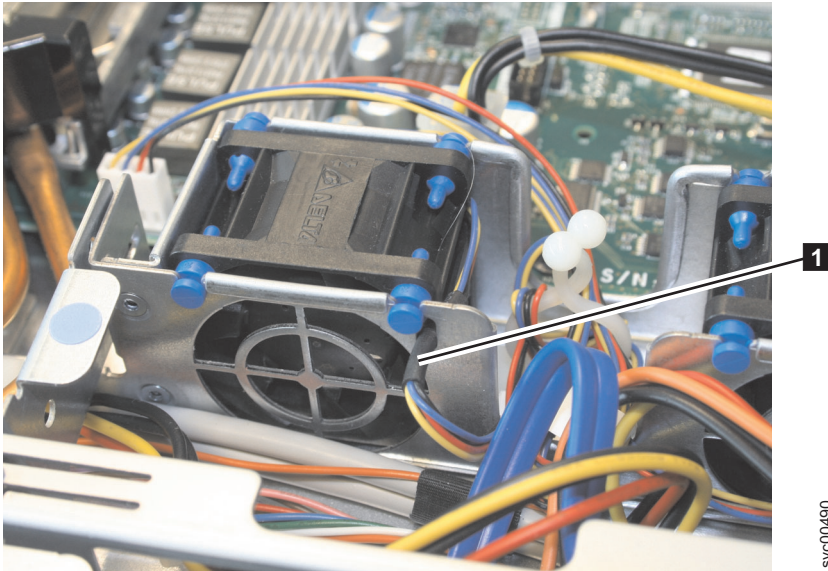

図 246. SAN ボリューム・コントローラー 2145-8A4 ファン・ケーブルの配線
- a. 290 ページの図 246 に示すように、ファン・ケーブルがファンの横のチャンネル **1** に収まっていることを確認します。